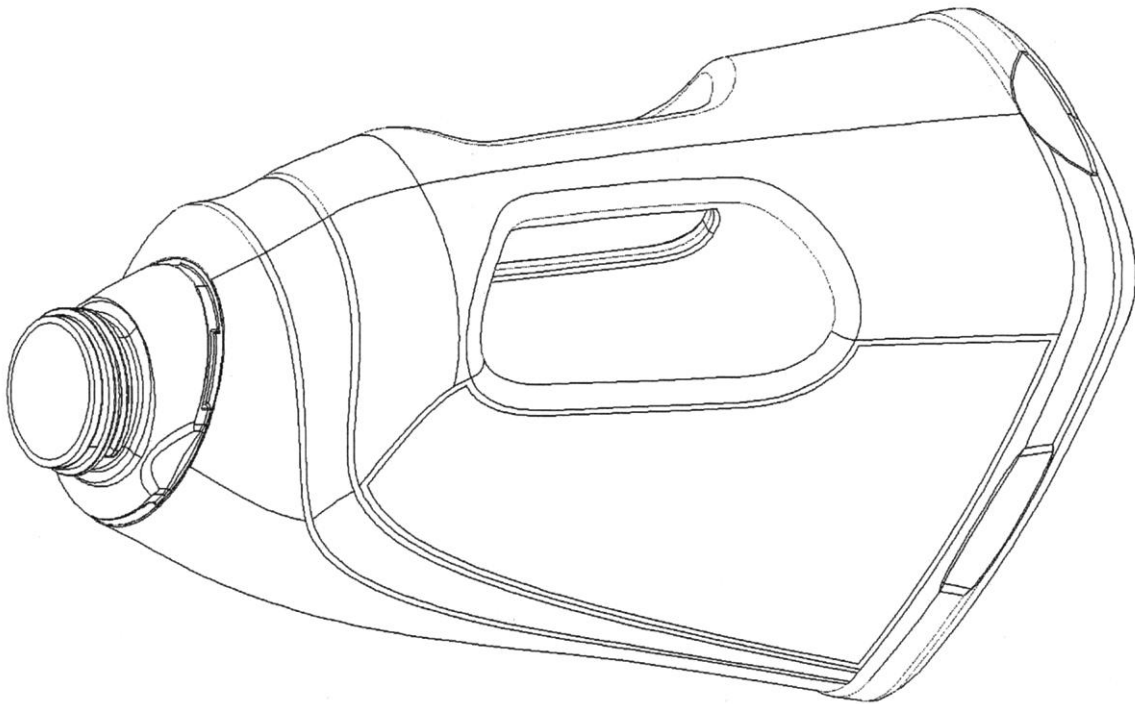

Fig. 7
- fig. 7 - odmianę 2 butelki w widoku ogólnym,